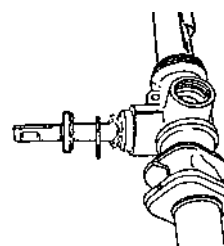

Рис. 6.22.
- убедиться, что после установки вала-шестерни лыска на нём совпадает с ранее сделанной на картере меткой и при этом ползун занимает среднее положение своего рабочего хода (рис. 6.22);